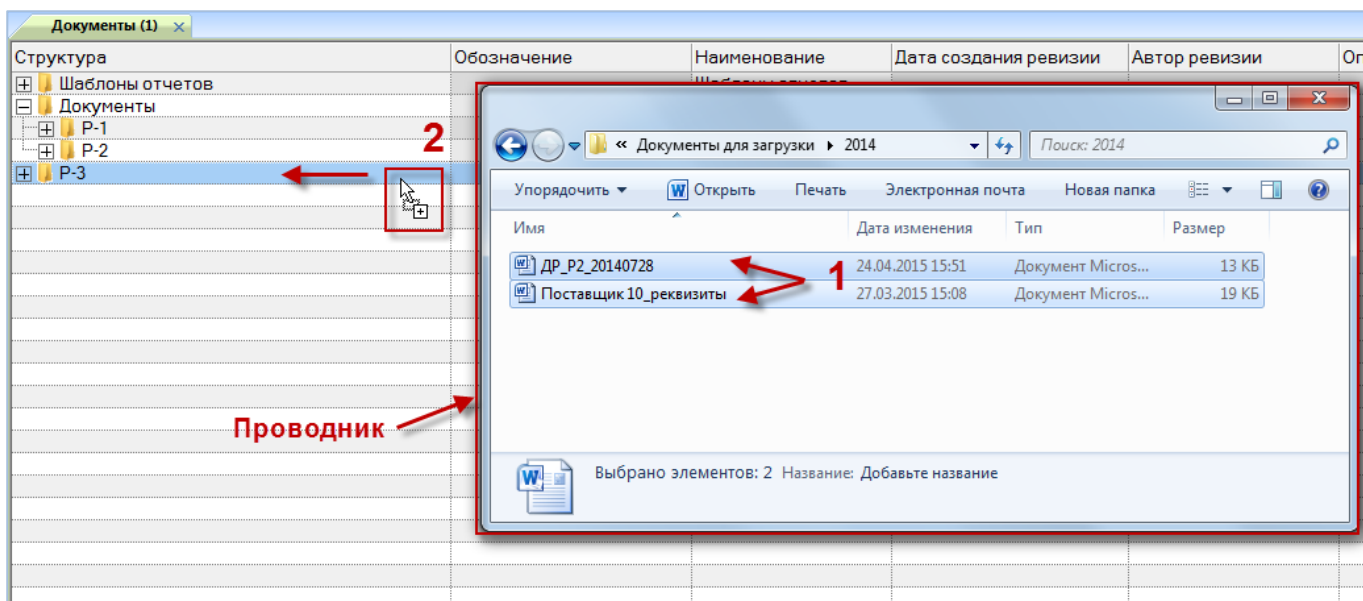

Рис. 8-6 – Создание документа из Проводника ОС Windows
- 2) Выбрать в Проводнике ОС Windows файл (группу файлов) и переместить его на папку или содержимое папки в рабочее окно «Документы» (рис. 8-6).